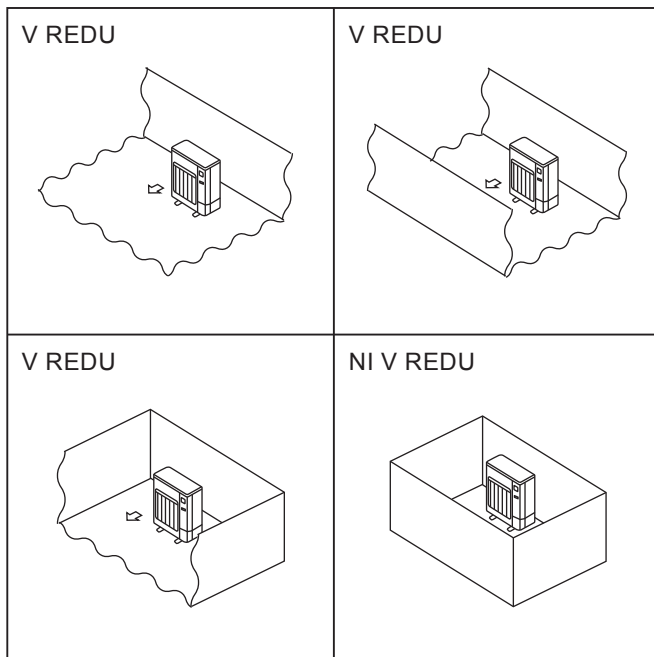

Fig. 2-1
- Ⓢ Zunanje enote namestite v dovolj velikem prostoru brez vdrtin, kjer je vsaj ena od štirih strani odprta. (Fig. 2-1)